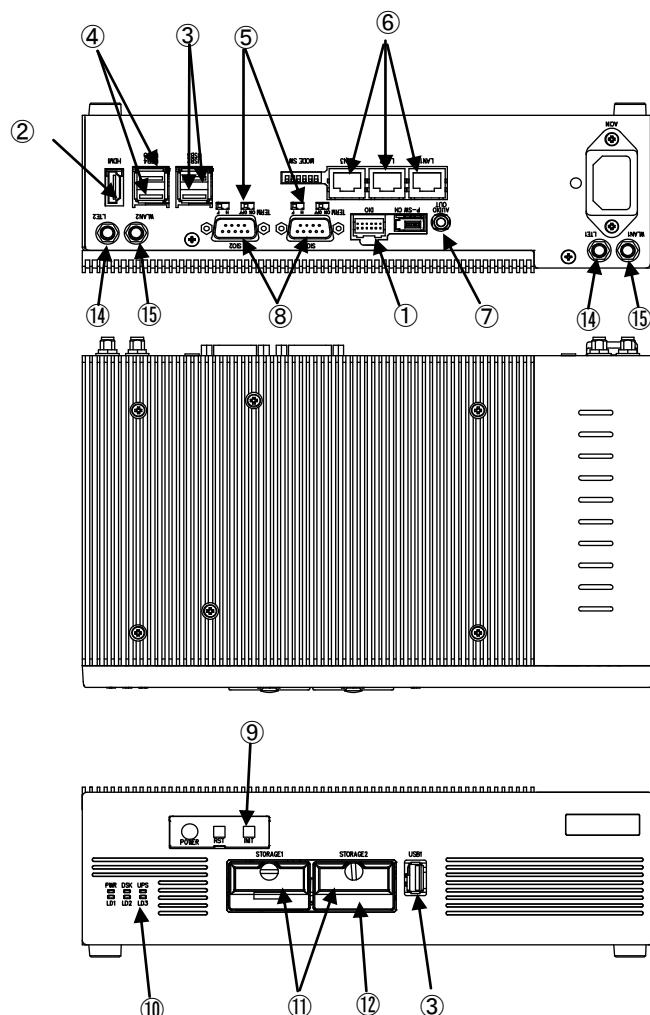

図 3-1-2. 外形図 (EC4B-100AA)
COM1	SI01 (図 3-1-2 ⑧) アプリケーションでシリアル通信に使用できます。 シリアルポート設定スイッチと組みシステム機能のシリアルコントロール機能を使用することで、RS-232C/422/485 を切替えることができます。
COM2	SI02 (図 3-1-2 ⑧) アプリケーションでシリアル通信に使用できます。 シリアルポート設定スイッチと組みシステム機能のシリアルコントロール機能を使用することで、RS-232C/422/485 を切替えることができます。
イーサネット	LAN1 (図 3-1-2 ⑥) : 1000BASE Ethernet
イーサネット 2	LAN2 (図 3-1-2 ⑥) : 1000BASE Ethernet
イーサネット 3	LAN3 (図 3-1-2 ⑥) : 1000BASE Ethernet ※EC4B-010CT では使用できません。